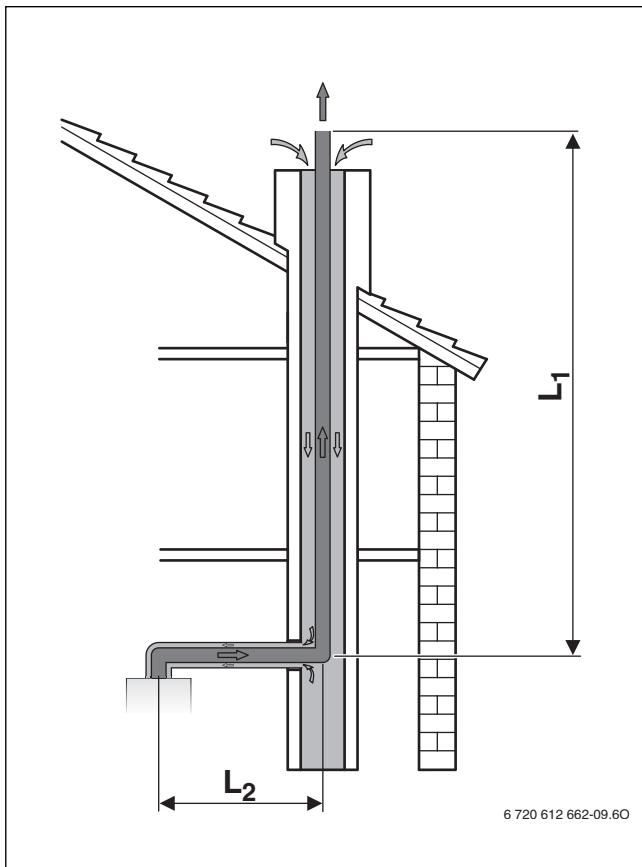

Fig. 11 Ghidarea gazelor arse în puț conform C93
- Alimentarea cu aer de ardere prin puț pe principiul contracurentului (C93, → Fig. 11):
- Dacă alimentarea cu aer de ardere se realizează printr-un puț în contracurent (→ Fig. 11), puțul trebuie curătat după cum urmează.